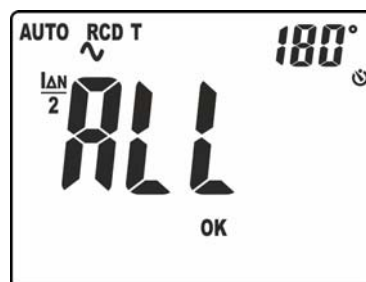

Fig. 34: Pantalla resultado final de la prueba AUTO
16. El indicación "ALL OK" de Fig. 34 indica el resultado final correcto de la prueba